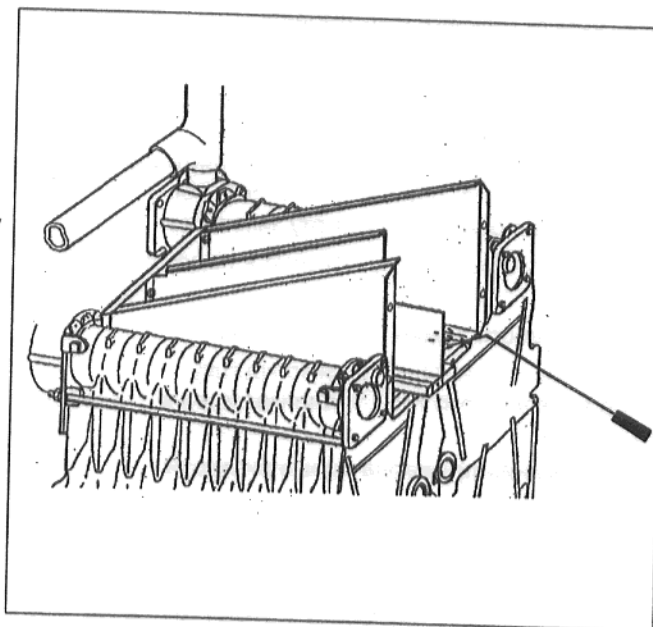

Рис. 16: Изображение без предохранителя потока
- Установить газовую горелку вертикально вверх на стержни горелки (рис. 16а) и промыть струей воды стержни горелки изнутри, подождать, пока вода вытечет через шлицы горелки.
- Перевернуть газовую горелку и установить ее отверстием стержней горелки вниз, обеспечив таким образом стекание воды (рис.16б).
Рис. 16а
Рис. 16б